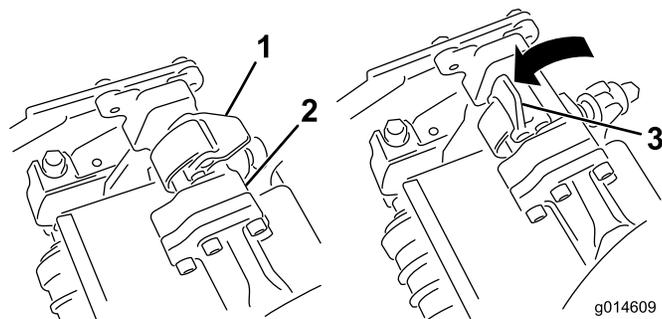

Figura 30
3. Con los enganches del brazo de suspensión orientados hacia arriba (es decir, abiertos) (Figura 30), empuje hacia abajo el brazo de suspensión de modo que la barra encaje en la barra situada en la parte superior de la unidad de corte (Figura 31).
4. Presione los enganches hacia abajo alrededor de la barra de la unidad de corte y bloquéelas (Figura 30).
4. Abra los enganches de la barra del brazo de suspensión de la unidad de corte que está retirando (Figura 30).